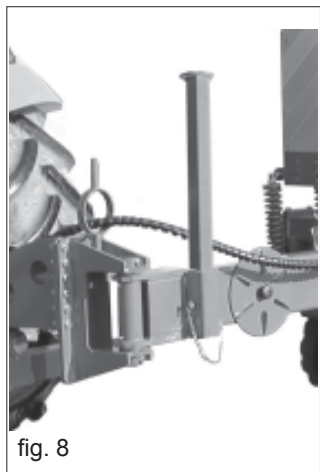

fig. 8
- 3) Alzare i piedi d'appoggio (Fig. 8).